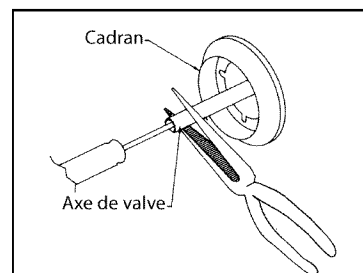

FIG. 33 Réglages pour niveau bas
4. Tout en tenant l'axe de la valve avec des pinces, insérez un tournevis mince à tête plate dans l'axe et, tout en surveillant le brûleur, ajustez jusqu'à obtenir une petite flamme stable (Fig. 33).